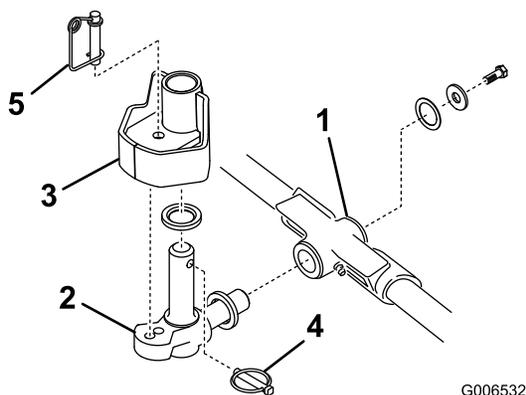

Figura 17
1. Montate una rondella di spinta sull'albero orizzontale dello snodo di articolazione, come riportato in Figura 17.
2. Inserite l'albero orizzontale dello snodo di articolazione nel tubo di montaggio del telaio portante (Figura 17).
3. Fissate lo snodo di articolazione al telaio portante con una rondella di spinta, una rondella piana e una vite a testa cilindrica con testa flangiata (Figura 17).
4. Inserite una rondella di spinta sull'albero verticale dello snodo di articolazione (Figura 17).
5. Inserite l'albero verticale dello snodo di articolazione nel mozzo orientabile del braccio di sollevamento, se era stato tolto in precedenza (Figura 17). Inserite lo snodo di articolazione tra i due paraurti di centraggio in gomma, sotto la piastra di sterzo del braccio di sollevamento, finché non è in posizione.
6. Inserite l'acciarino nel foro a croce previsto sull'albero dello snodo di articolazione (Figura 17).
Nota: Se l'elemento di taglio deve essere fisso, inserite il perno di bloccaggio dello sterzo nel foro di montaggio dello snodo di articolazione (Figura 17).
11. Agganciate del filo per molle attorno alla base del perno di bloccaggio dello sterzo (Figura 17).